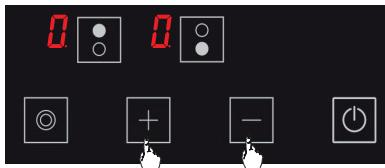

Figure 12
2. À l'aide des touches **+** et **-**, portez la température sur toutes les plaques de cuisson à **H**. (voir Fig. 12) La cuisinière s'éteindra d'elle-même après 20 secondes